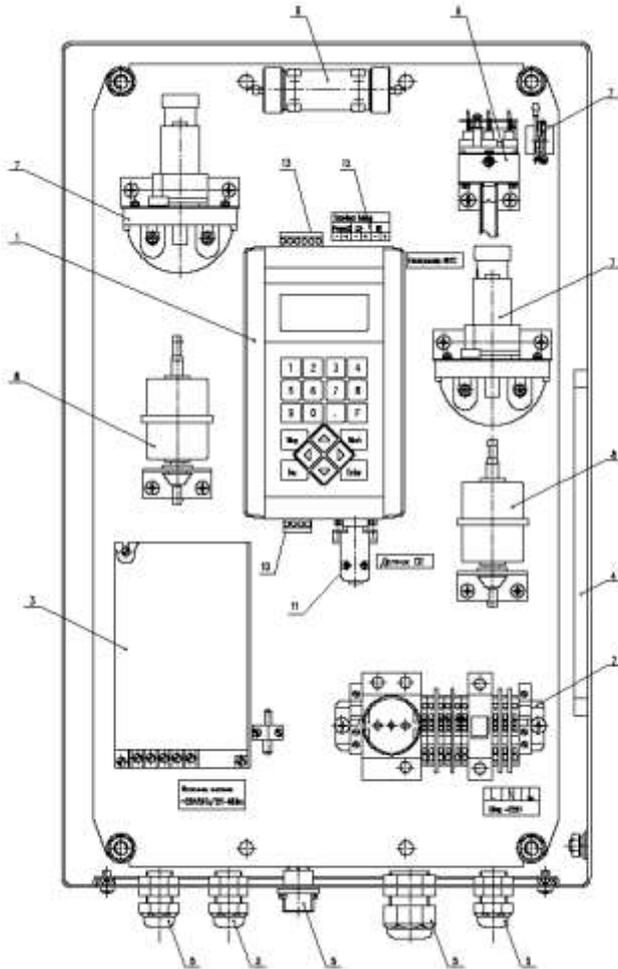

Рисунок 2
Блок измерительный (рисунок 2) размещен в шкафу "RITTAL", степень защиты IP54. Внутри корпуса блока измерительного на монтажной панели размещены: контроллер, источник питания, коммутационная панель с электророзеткой и автоматом питания прибора, лампа подсветки.
6.1.1 Проверьте наличие заглушки (7) (рисунок 1) на штуцере подачи поверочных газовых смесей (ПГС) или подключите линию транспортировки пробы, если установлены дополнительные датчики СО, NO. Второй конец линии подключите к входу *Фильтра объемного*(8) (рисунок 2).